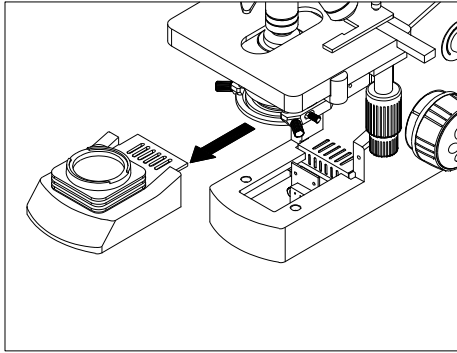

Fig. 11
1. Extraiga el soporte del condensador como se muestra en la Fig. 11.
2. Sostenga la bombilla ① después de envolverla con una gasa u otro material de protección, e inserte profundamente su clavija ② en el conector del portalámparas.